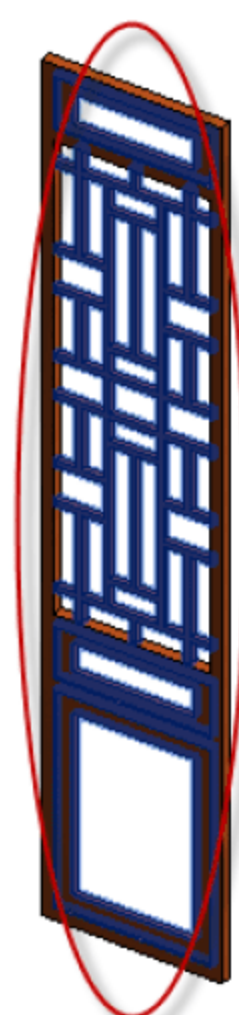

图 8.3.59 扇面和窗格效果图
(5) 编辑可见性并添加材质。首先，选中桌面图元，在“属性”面板中编辑“可见性/图形替换”选项，取消“平面/天花板平面视图”复选框的选择，单击“确定”按钮。其次，添加边框的材质，选择需要的木材类型，单击“确定”按钮，如图 8.3.59 所示。